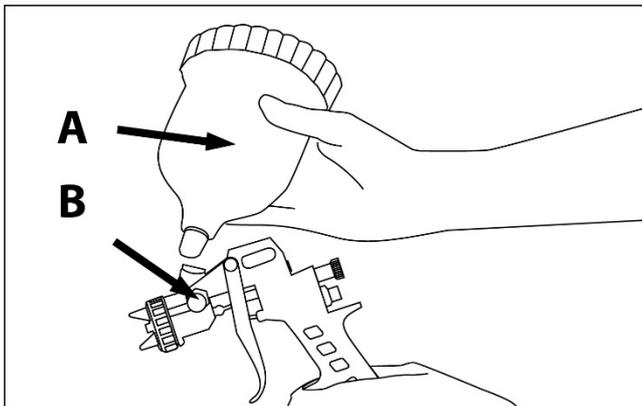

Рис.5
3. Подведите стакан **A** под соответствующее гнездо **B** и вкрутите стакан в него (рис. 5). Проверьте, чтобы стакан прочно сидел в резьбе гнезда, иначе
- Тщательно очистите указанные части пистолета предназначенными для этой цели веществами. Очистите также гнездо, в котором стакан **A** крепится к корпусу пистолета (рис. 5).